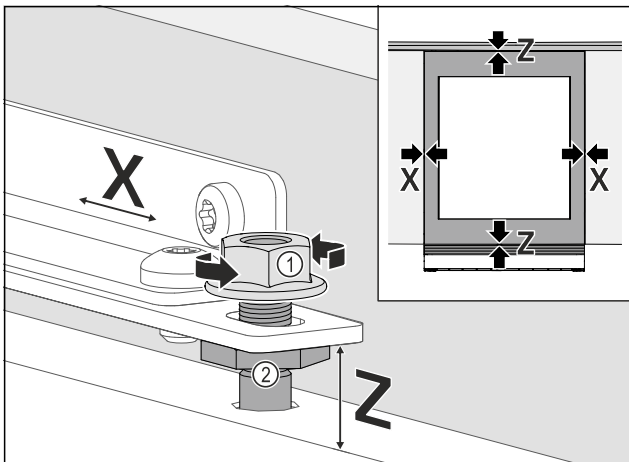

Fig. 76
- ▶ Nábytková dvířka vyrovnejte stranově: Uvolněte pojistné matice Fig. 76 (1), nábytková dvířka posuňte ve směru X.
- ▶ Pojistné matice Fig. 76 (1) dotáhněte.
- ▶ Nábytková dvířka vyrovnejte ve výšce Z a ve stranovém sklonu: Ustavovací čepy Fig. 76 (2) nastavte.